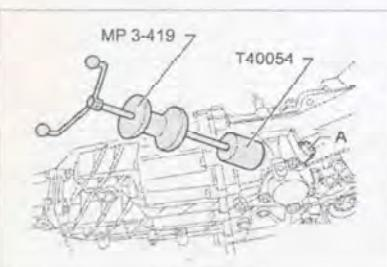

Рис. 7.346. Извлеките обе стопорные втулки (A) вала переключения передач.
2. Извлеките обе стопорные втулки (A) вала переключения передач (рис. 7.346).